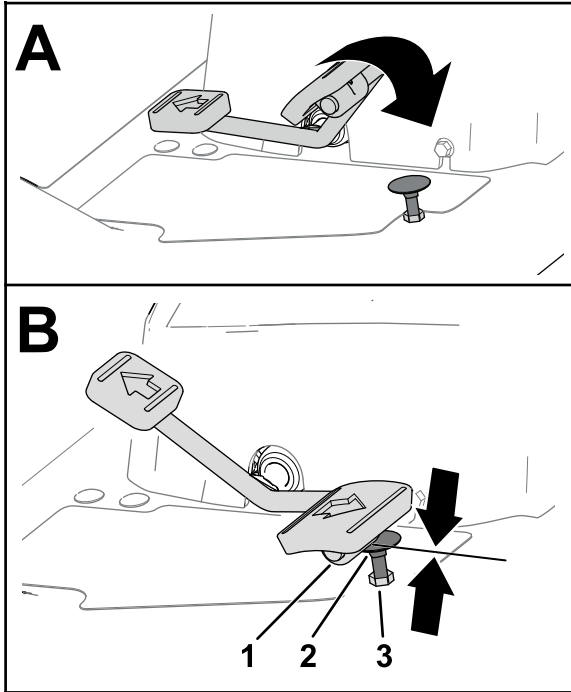
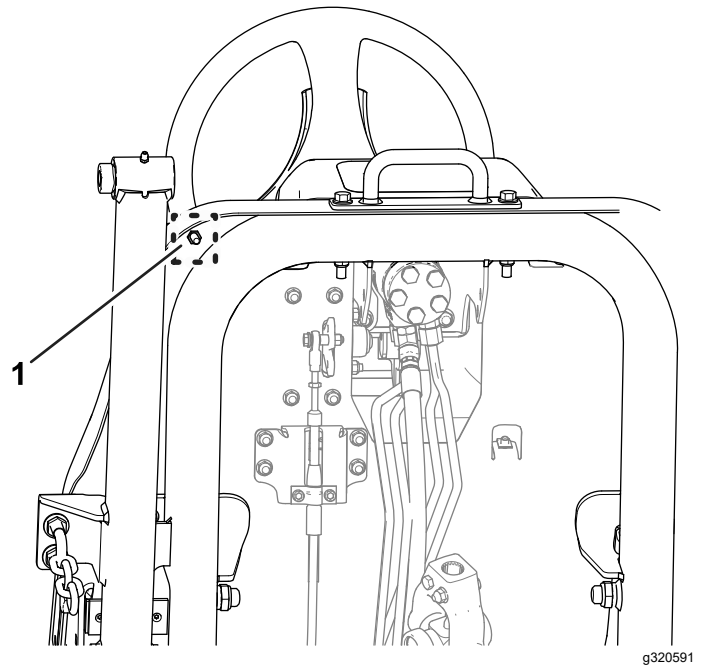

Bild 76
Bild 77
1. Drücken Sie das Fahrpedal ganz durch (Bild 76).
- A. Halten Sie den Fahrpedalanschlag (Bild 76) mit einem Schraubenschlüssel fest.
- B. Lösen Sie die Klemmmutter an der Unterseite der Fußplattform-Platte (Bild 77).
- C. Bewegen Sie das Fahrpedal in die Vollgas-Stellung (Bild 76).
- D. Den Fahrpedalanschlag festhalten, die Klemmmutter oberhalb der Fußplattform-Platte (Bild 76) einstellen, bis das Fahrpedal den Anschlag berührt.
- F. Halten Sie den Fahrpedalanschlag fest und ziehen Sie die Klemmmutter an der Unterseite der Fußplattform-Platte (Bild 76 und Bild 77) auf 37-45 N·m an.